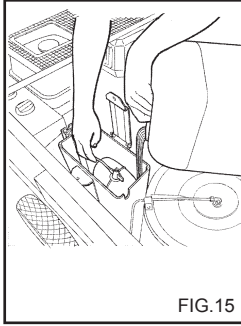

FIG.15
- 5) Добавьте в бачок около 3 литров антифриза (fig. 15).